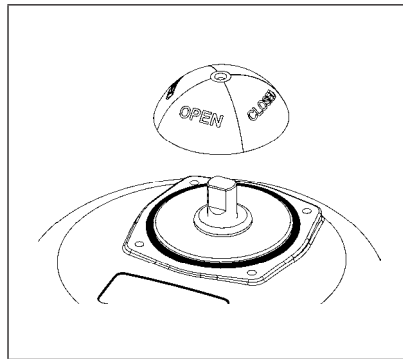

Bild 10: Stellscheibenschild Demontage
- Stellscheibenschild entfernen (siehe „Bild 10“).